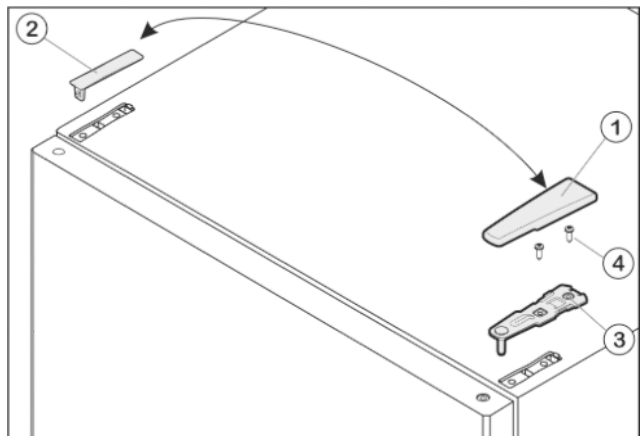

Fig. 7
- ▶ Estrarre la copertura Fig. 7 (1) tirandola in avanti e verso l'alto.
- ▶ Staccare la copertura Fig. 7 (2).
- ▶ Svitare il blocco di supporto superiore Fig. 7 (3)(2 x Torx® 25) Fig. 7 (4) ed estrarre tirando verso l'alto.
- ▶ Inserire il blocco di supporto superiore Fig. 7 (3) sul nuovo lato della cerniera nella porta.
- ▶ Serrare il blocco di supporto superiore **fermamente a 4 Nm** (2 x Torx® 25) Fig. 7 (4). Eventualmente praticare fori a vite o utilizzare un avvitatore a batteria.
- ▶ Innestare la copertura Fig. 7 (1) e la copertura Fig. 7 (2) rispettivamente sul lato opposto dall'esterno e innestare in posizione.